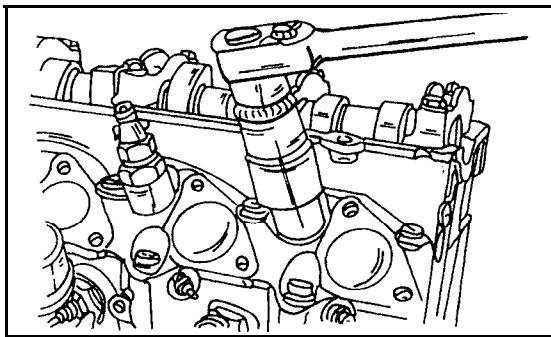

Bild 95
- Die Einspritzdüsen herausschrauben (Bild 95). Die darunter liegenden Düsenscheiben entfernen.